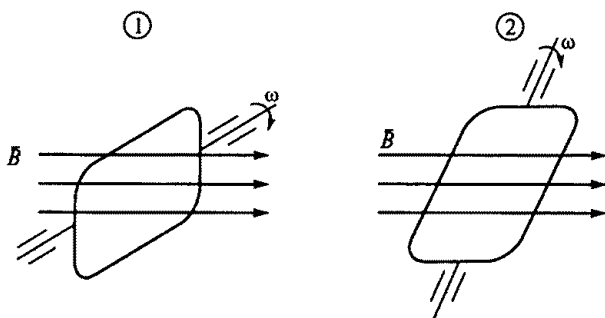

Рис. 49
2.23. Указать на рис. 49 положение рамки, вращающейся в однородном магнитном поле, при котором индуцируемая в ней ЭДС максимальна.